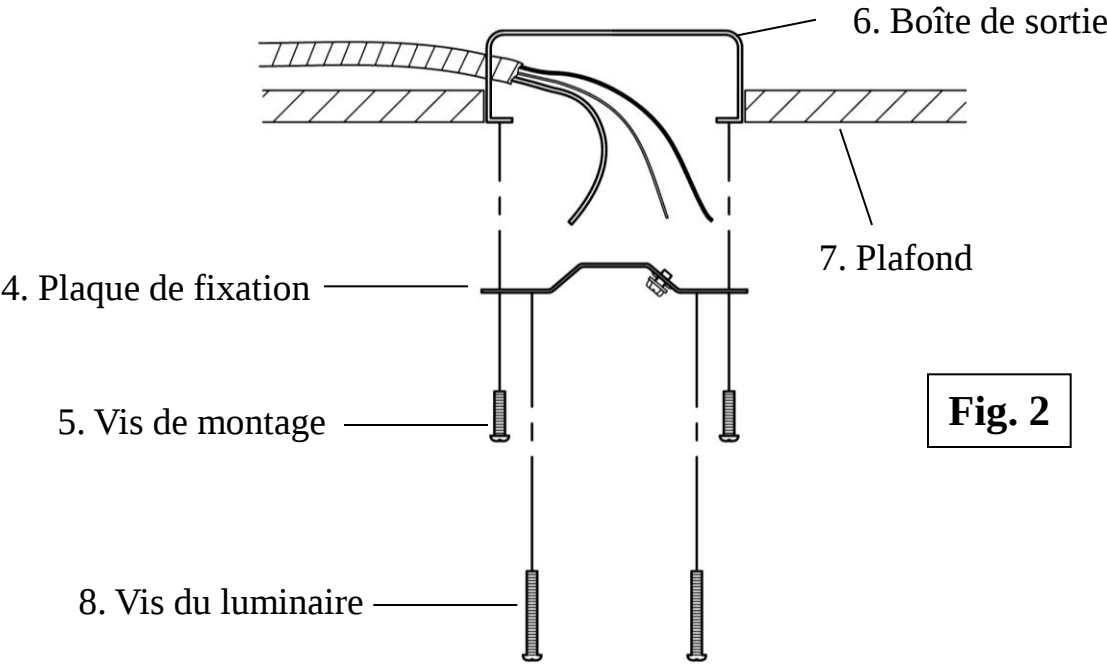

Fig. 2
1. Vissez les vis du luminaire (n° 8) dans les trous prévus à cette fin sur la plaque de fixation (n° 4), tel qu'illustré. **(Fig. 2)**
2. Vissez la plaque de fixation (n° 4) sur la boîte de sortie (n° 6) à l'aide des vis de montage (n° 5), tel qu'illustré. **(Fig. 2)**